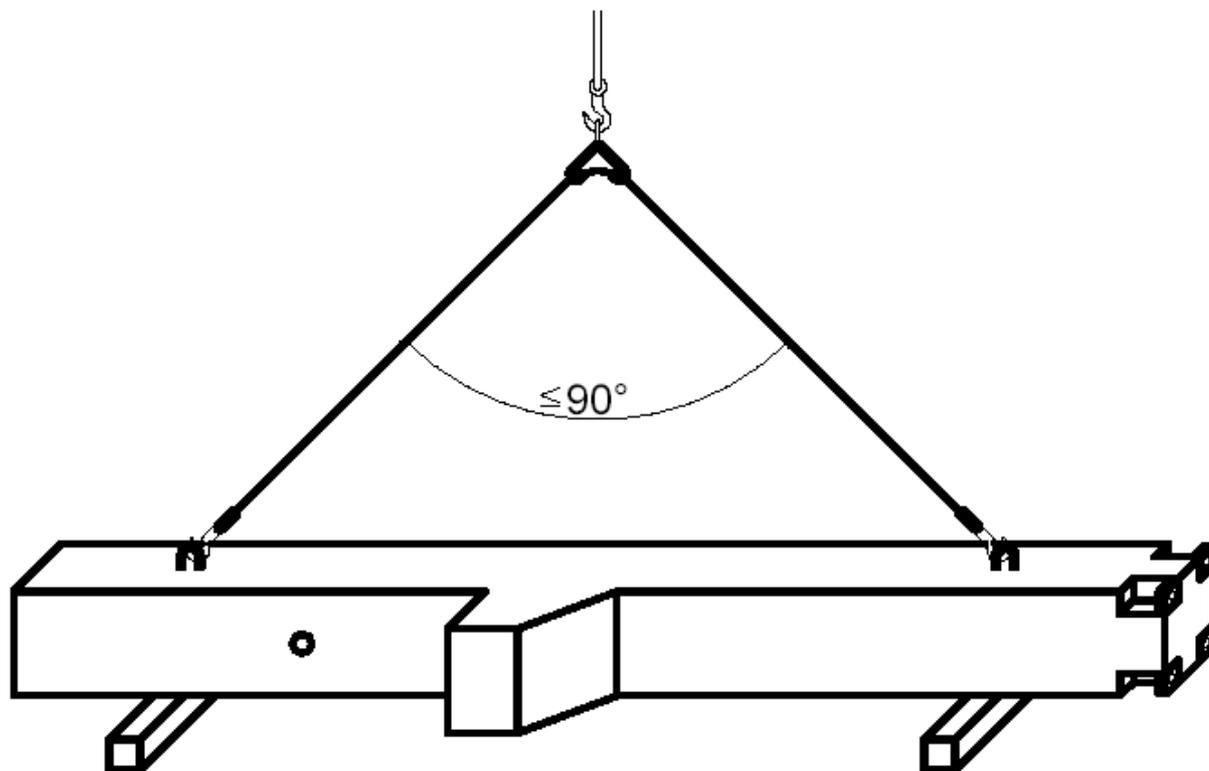
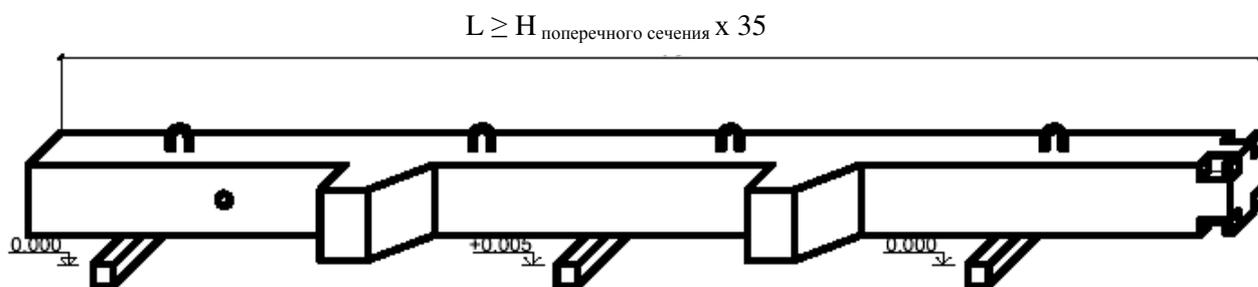

Рис. 1
Рис.2
Для выгрузки колонн из транспортного средства используются двухветвевые стропы, грузоподъемность которых соответствует весу колонны. Обязательно следите, чтобы угол между ветвями строп составлял $\leq 90^\circ$. Складируйте колонны нужно на ровном твердом основании, опоры установите в двух опорных точках, под подъемными серьгами (Рис. 1). Особо длинные и гибкие колонны ($L \geq H_{\text{поперечного сечения}} \times 35$) имеют четыре серьги подъема. Они выгружаются при помощи специальных грузоподъемных траверс или двумя кранами. Обратите внимание, что такие колонны укладываются на три опоры (Рис. 2). Выгрузка, складирование, т.е. расстановка опорных точек и подъем таких колонн в вертикальное положение описывается в индивидуальном проекте.
7. Охрана труда (Рис. 2, 3, 4)